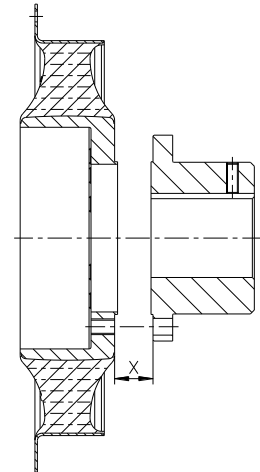

Bild 6: Ausrichtung auf das Maß X
- Verschieben Sie die Maschinenteile in axialer Richtung bis das Maß X gemäß Tabelle 7 erreicht ist (siehe Bild 6).